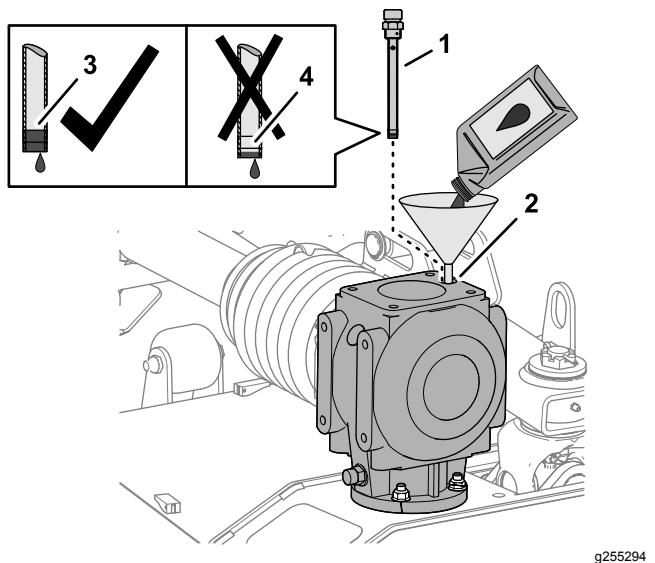

Figura 63
1. Añada 1064 ml del lubricante de engranajes especificado en la caja de engranajes a través del orificio de la varilla (Figura 63).
2. Enrosque la varilla en el orificio, retire la varilla y compruebe el nivel de lubricante (Figura 63).
4. Enrosque la varilla en el orificio de llenado y apriete la varilla (Figura 63).